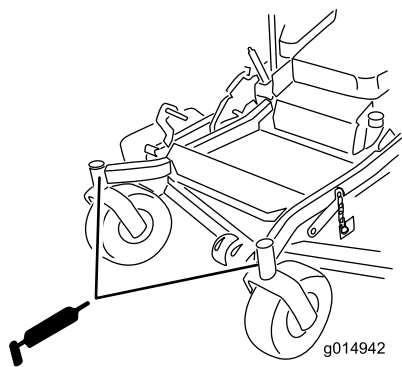

図 34
7. 穴からグリスニップルを取り外す。六角プラグとキャップを取り付ける (図 34)。